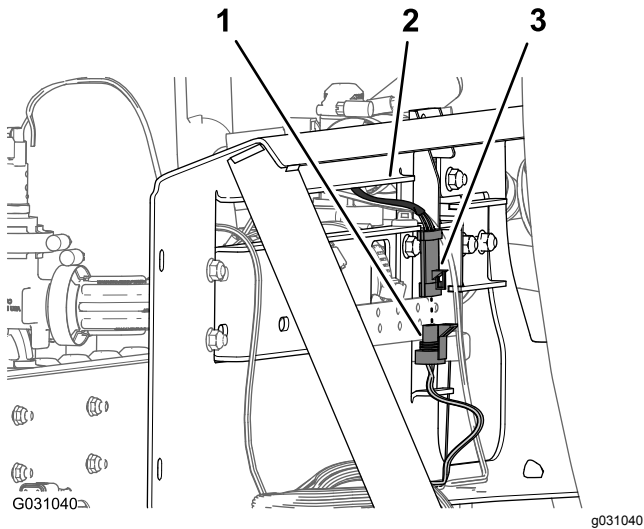

図 130
6. 攪拌バルブ用ハーネスの3ピンコネクタを、203cmの枝線のAgitation Valveというラベルの付いた3ソケットコネクタに接続する図 130。